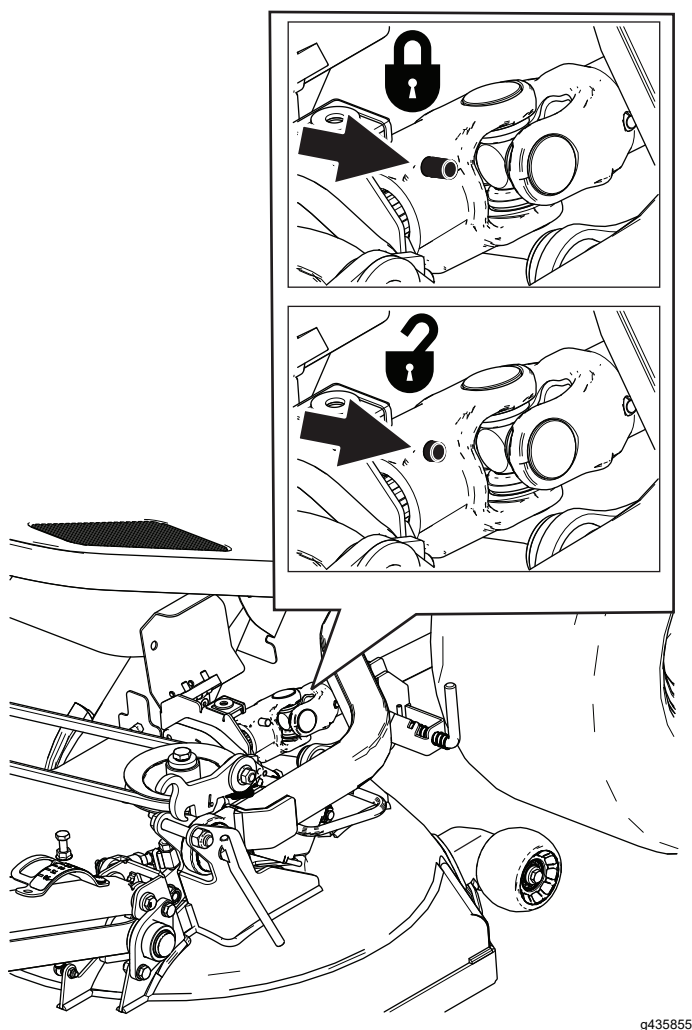

Figura 91
1. Ruotate il fissaggio a un quarto di giro e aprite la protezione del giunto cardanico dal copricinghia (Figura 91).
2. Scollegate l'estremità anteriore dell'albero di trasmissione dalla scatola ingranaggi dell'apparato di taglio premendo il perno a molla e tirando all'indietro l'estremità dell'albero di trasmissione (Figura 91).
3. Rilasciate il perno a molla e accertatevi che il giunto cardanico dell'albero di trasmissione sia bloccato nella scatola ingranaggi dell'apparato di taglio; fate riferimento alla Figura 91.